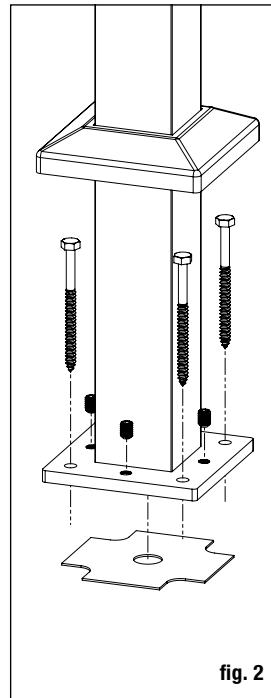

fig. 2
Paso 1 Instale los postes fijando la base de aluminio a la superficie de la terraza. Coloque el poste de forma tal que los el sujetador penetre la viga del piso y asegúrese de que los tabloncillos estén encajados firmemente a la viga en la ubicación de los postes. De ser necesario, utilice bloques de madera bien fijos a la estructura de la viga como refuerzo debajo de los tabloncillos donde van los postes. Los sujetadores que sostienen la base de los postes a la superficie deben poderse asegurar a las vigas o llaves de refuerzo, no solo a los tabloncillos en sí. Nota: Al instalar los postes de aluminio sobre una superficie de madera, los tornillos deben estar enroscados al menos 7.6 cm (3 pulg) dentro de madera sólida (sin incluir el piso de la terraza). Las tablas de terraza de 3.2 cm (5/4 pulg) o 3.8 cm (1 1/2 pulg) no tienen suficiente material para una instalación segura. De ser necesario, agregue material adicional a la parte inferior de la superficie (fig. 2).